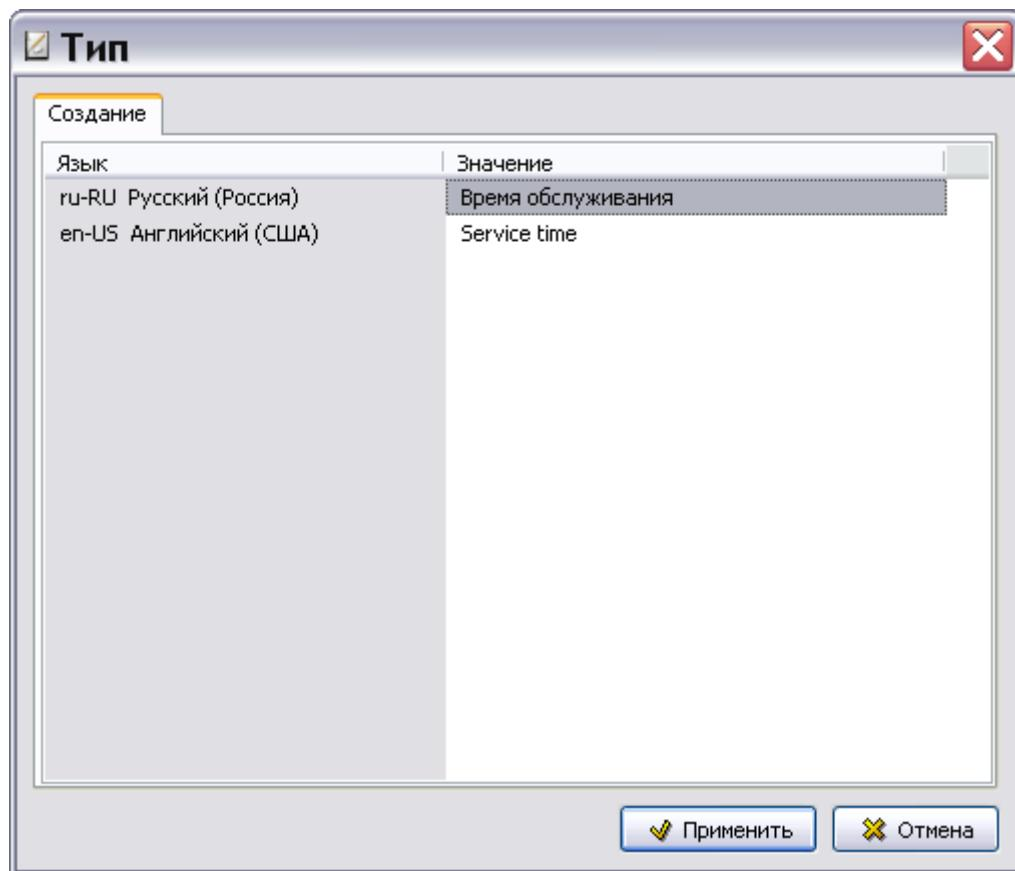

Рис. 3.126
- Нажатие на кнопку **Добавить** приводит к открытию окна **Тип**, в которое вводится название нового типа единиц измерения на всех языках проекта (Рис. 3.126).